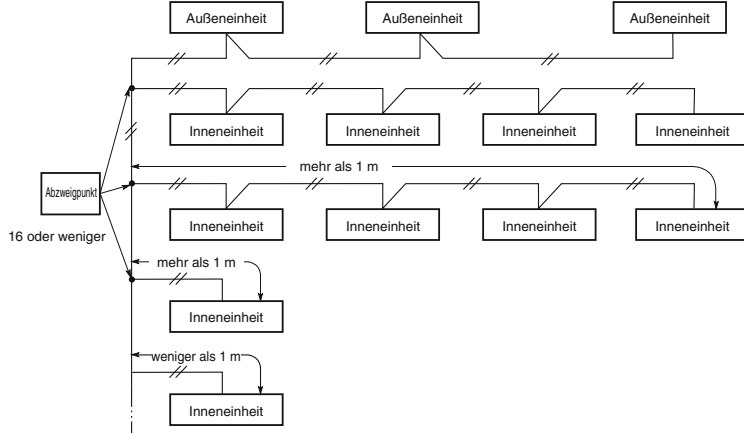

Abb. 4-3
- Wenn ein Einheiten-Steuerverbindungskabel angeschlossen werden soll, darf die Anzahl der Abzweigungspunkte nicht höher als 16 liegen. (Abzweigungen mit weniger als einem Meter sind in der Gesamtzahl der Abzweigungspunkte nicht eingeschlossen.) (Abb. 4-3)